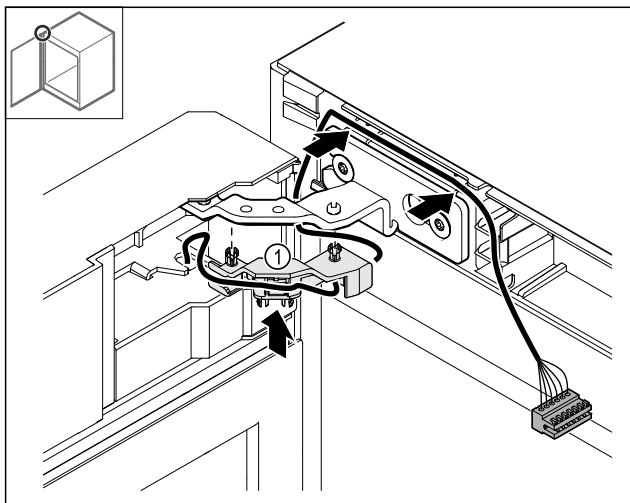

Fig. 48
- ▶ Potisnite držalo kabla Fig. 48 (1) v tečaj.